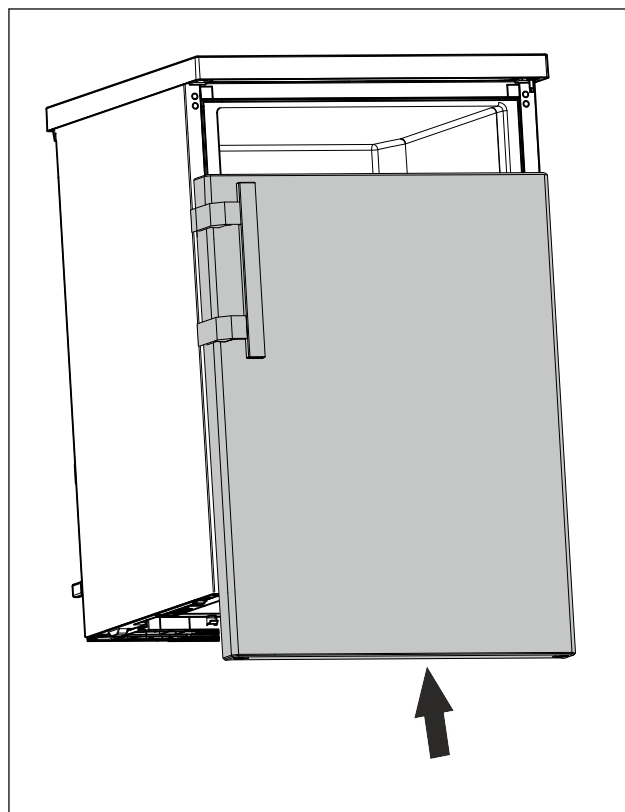

Fig. 23
- Lükake uks suletud seisundis ülemisele poldile. (vt. Fig. 23)